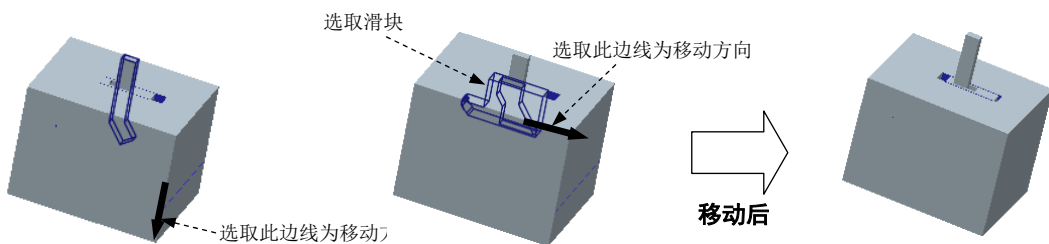

图 26.32 移动弯杆和滑块
(1) 选择模具功能选项卡分析区域中的命令。系统弹出 MOLD OPEN (模具开模) 菜单管理器。
(2) 在系统弹出的“菜单管理器”菜单中选择 **Define Step (定义步骤)** → **Define Move (定义移动)** 命令。
(3) 选取要移动的弯杆。
(4) 在系统的提示下，选取图 26.32 所示的边线为移动方向，然后在系统的提示下输入要移动的距离值-42。
(5) 在 **DEFINE STEP (定义步骤)** 菜单中选择 **Define Move (定义移动)** 命令。
(6) 选取要移动图 26.32 所示的滑块。
(7) 在系统的提示下，选取图 26.32 所示的边线为移动方向，然后在系统的提示下输入要移动的距离值 12。
(8) 在 **DEFINE STEP (定义步骤)** 菜单中选择 **Done (完成)** 命令，移出后的状态如图 26.32 所示。